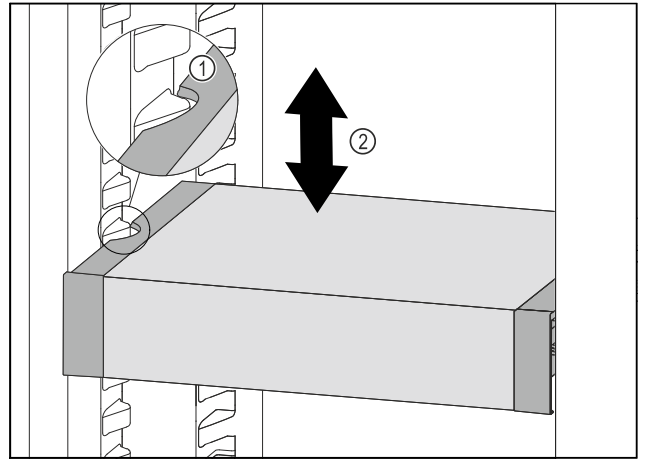

Fig. 88
- ▶ 向前移动 VarioSafe，直到 VarioSafe 两侧的凹槽与冷藏区中的容器肋梁持平。Fig. 88 (1)
- ▶ 在冷藏区中向上或向下移动 VarioSafe，直至所需高度。Fig. 88 (2)